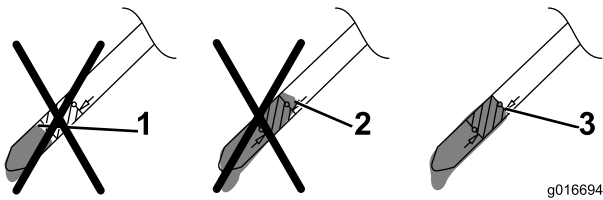

Figure 7
5. Sortez de nouveau la jauge et vérifiez le niveau d'huile; voir Figure 7.
- Si le niveau d'huile est trop bas, ajoutez **lentement** une petite quantité d'huile dans le goulot de remplissage, puis répétez les opérations 3 à 5 jusqu'à obtenir un niveau d'huile correct, comme illustré à la Figure 7.